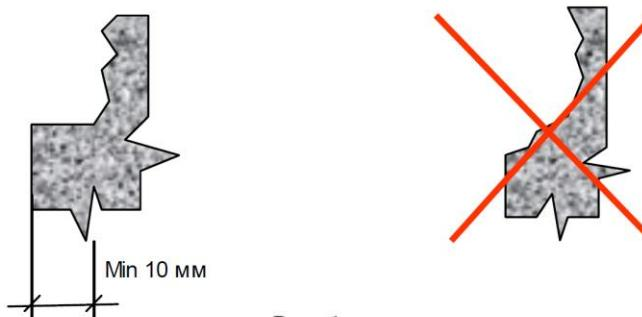

Рис. 1
2. Рекомендуется тщательно выштрабливать участки ремонта, подрубая края, для плотного примыкания ремонтной смеси к старому бетону, если глубина повреждения более 15 мм (рис.1).